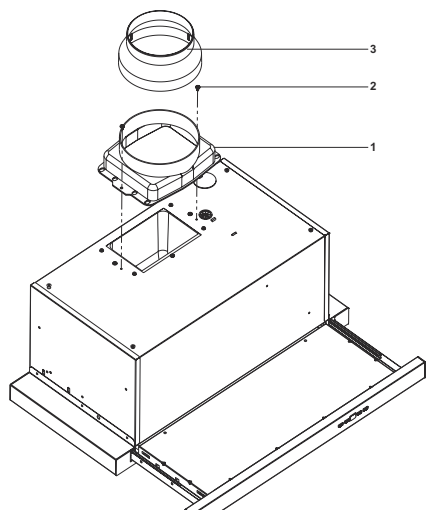

Fig. 11: -
Montați tubul de evacuare de plastic (1) pe produs folosind 2 șuruburi de 3,5x9,5 (2) (Fig. 11).
Dacă este nevoie, introduceți adaptorul tubului de Ø150/120 mm la ieșirea tubului (Fig. 11).